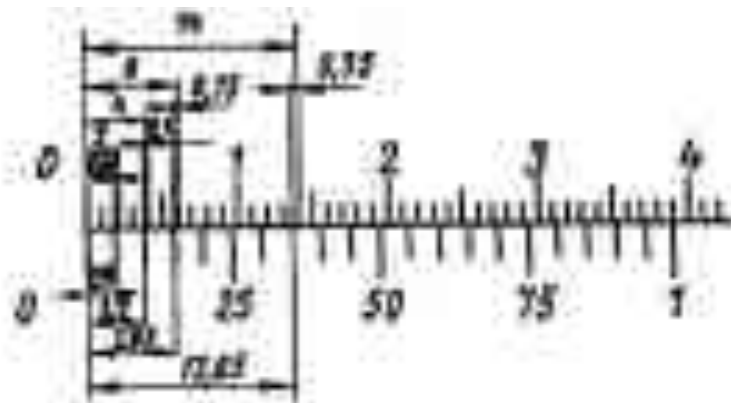

Рис. 7. Чтение показаний штангенциркуля ШЦ- II
- б) при отсутствии просвета между губками для наружных измерений или при большом просвете (не более 3 мкм) нулевые штрихи штанги и нониуса при сдвинутых губках должны совпадать. Положение шкалы штангенциркуля и нониуса штангенциркуля ШЦ-II величиной отсчета 0,05 мм показано на рис. 7.